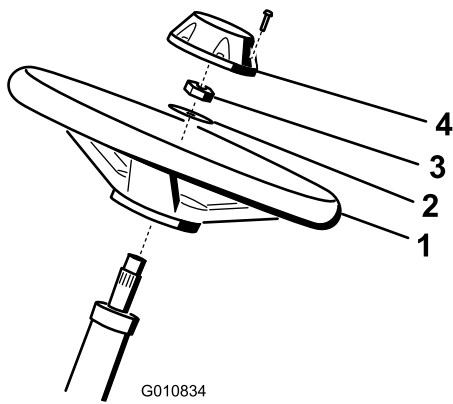

Figure 4
1. Glissez le volant sur l'arbre de direction (Figure 4).
- Glissez la rondelle sur l'arbre de direction (Figure 4).
- Fixez le volant sur l'arbre au moyen d'un contre-écrou serré à un couple de 27 à 35 N·m (Figure 4).
- Montez le couvre-moyeu sur le volant et fixez-le avec 6 boulons (Figure 4).